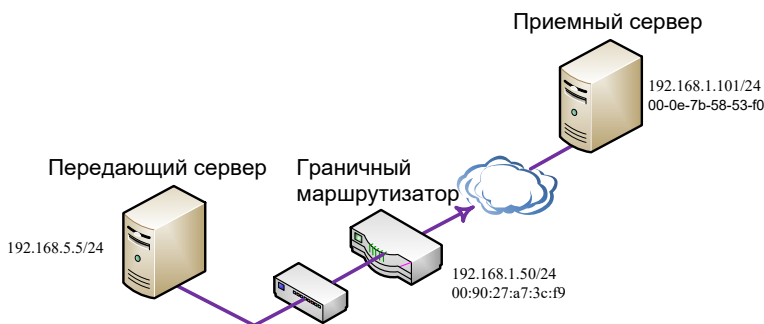

Рис. 7. Изделие установлено перед граничным маршрутизатором
3. Приемный компьютер включен в сеть и не имеет внешнего IP-адреса, Изделие установлено перед граничным маршрутизатором (Рис. 7).